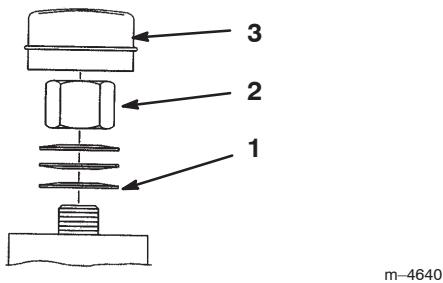

Figure 47
3. Retirez le capuchon anti-poussière de la roue et serrez le contre-écrou (Fig. 47).
4. Serrez le contre-écrou jusqu'à ce que les rondelles élastiques soient aplatis, puis desserrez-le de 1/4 de tour pour obtenir la précharge correcte des roulements (Fig. 47).
Important Veillez à installer les rondelles comme illustré à la Figure 47.